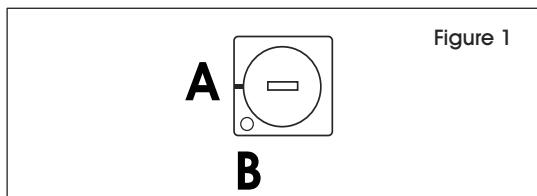

Figure 1
- Pour ouvrir le distributeur tout en le gardant verrouillé, insérez la clé en position A. (Voir Figure 1)
- Insérez la clé en position A. (Voir Figure 1)